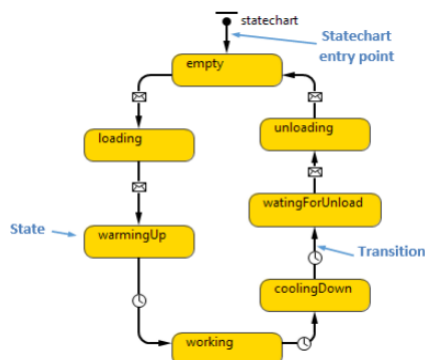

Рисунок 3.1 – Один агент
3. Один агент може мати кілька діаграм станів, які описують незалежні частини поведінки агента (рис. 3.1).